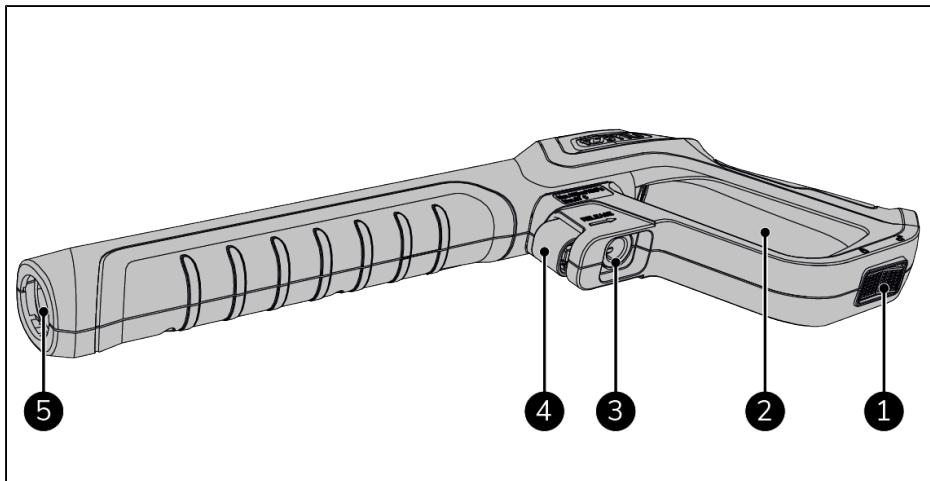

Figuur 4.
1. Houd het sputtpistool (Figuur 4, pos. 1) met beide handen vast.
2. Plaats de vloerreiniger (Figuur 4, pos. 5) op het te reinigen oppervlak.